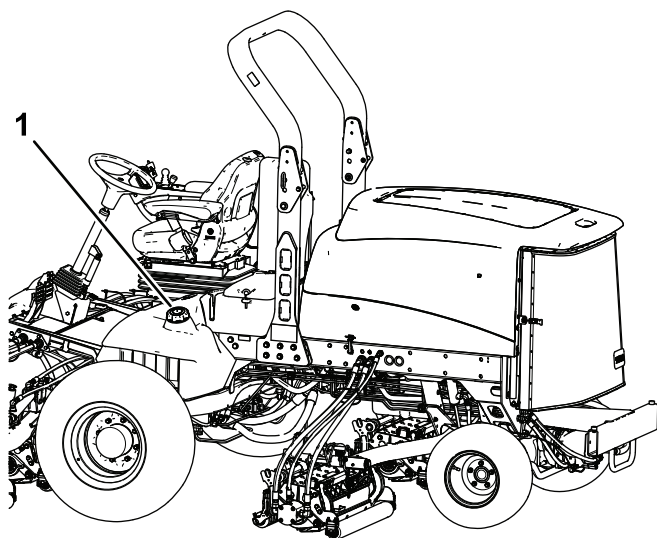

Figure 38
3. Retirez le bouchon du réservoir de carburant (Figure 38).